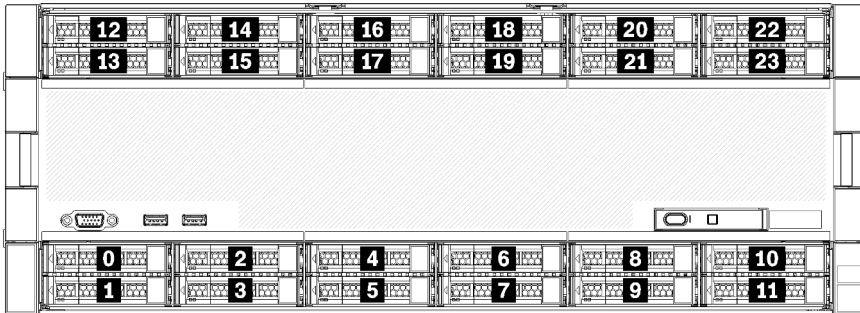

Figura 7. Ubicaciones de bahías de unidad
- Las dos unidades superiores admiten unidades de interfaz SAS, SATA o NVMe (Lenovo AnyBay). El servidor puede admitir hasta 12 unidades NVMe, según la configuración del servidor. Las bahías de unidad con capacidades NVMe son las bahías pares, como se muestra en Figura 7 “Ubicaciones de bahías de unidad” en la página 23.